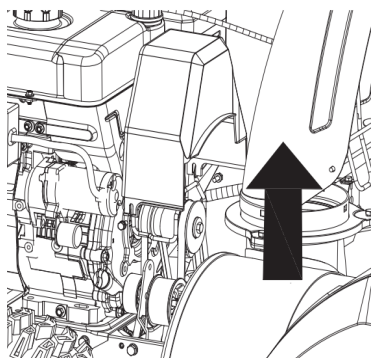

Рис. 22
1. Снимите крышку ремня с передней стороны двигателя, отвернув два самонарезающих винта (Рис. 22)